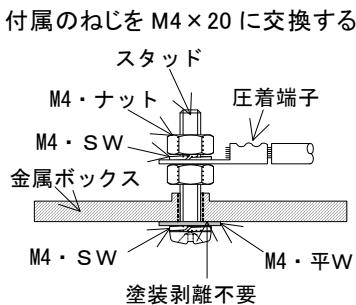
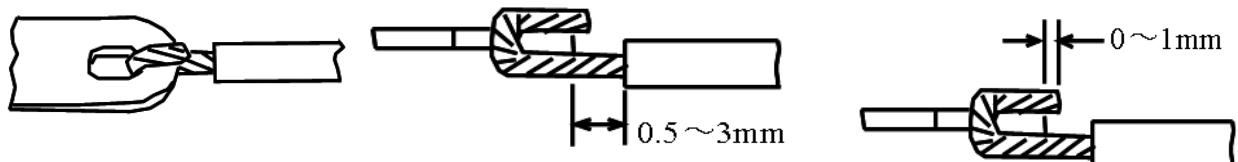
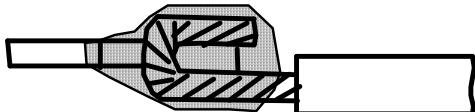

図 2-1
図 3-1
図 3-2
- (i) 金属ボックスの接地はボックス外側から締付けている既存の接地用ねじを取り外し、新たにM4×20 のねじを接地スタッドして取付ける。この時のボックス表面の塗装は剥離しなくてもよい。図 2-1 参照。
- (j) コントロールボックス内の端子台から金属ボックスへの接地線の接続は、金属ボックス内側の(i)項目で設けた接地スタッドに接続すること。図 2-1 参照。
(3) はんだ付け作業
- (c) 中継はんだ用金具は、図 3-1 を参考に引っかけからげを行い、図 3-2 を参考にはんだ付けすること。